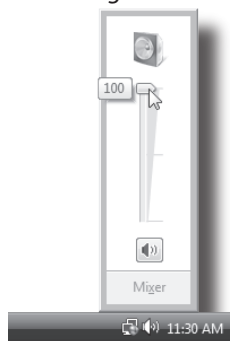

Figura 8
5. Para ajustar el volumen, haga clic en el icono del altavoz y arrastre el mando deslizante (Figura 8).